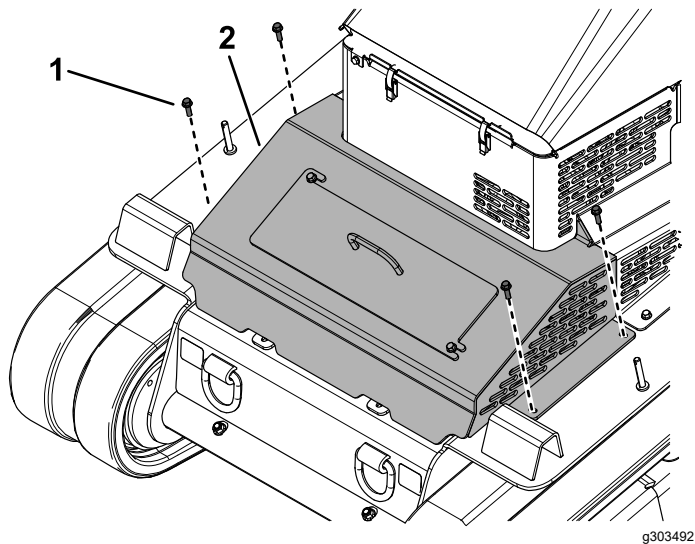

Figure 39
2. Retirez les 4 boulons qui fixent le couvercle à la machine (Figure 39).
1. Boulon (4)
3. Déposez l'ensemble couvercle (Figure 39).